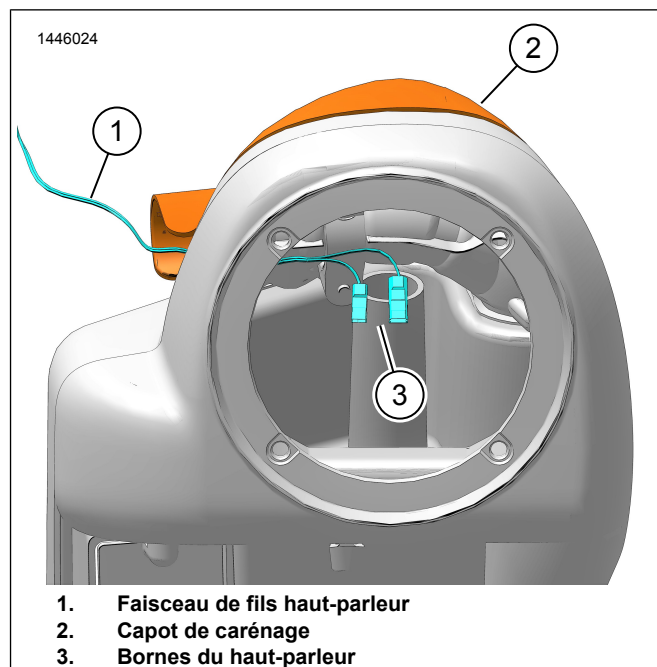

Figure 12. Acheminement du faisceau de fils
2. Voir la figure 12. Acheminez les bornes de haut-parleur (3) à travers l'œillet dans le carénage inférieur.